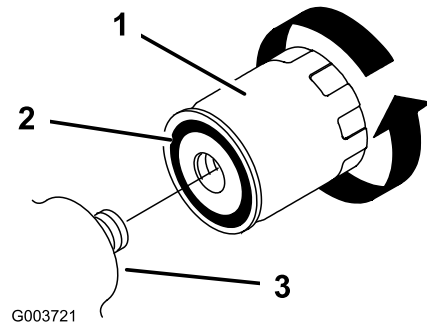

Figura 32
5. Retire el filtro usado (Figura 32) y limpie con un paño la superficie de la junta del adaptador del filtro.
6. Aplique una capa fina de aceite hidráulico a la junta de goma del filtro nuevo (Figura 32).
7. Instale el filtro hidráulico nuevo en el adaptador del filtro (Figura 32). Apriete el filtro en el sentido de las agujas del reloj hasta que la junta de goma entre en contacto con el adaptador del filtro, luego apriete el filtro 1/2 de vuelta más.